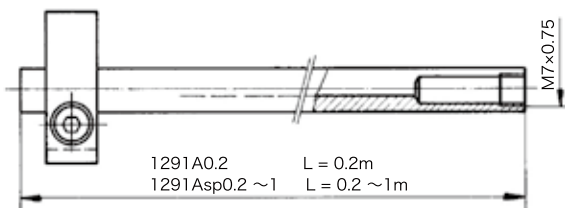

図2 着脱工具 1291A0.2/1291ASP0.2-1
- ・ 着脱工具(図2) 1291A0.2
- ・ 着脱工具(図2) 1291ASP0.2~1